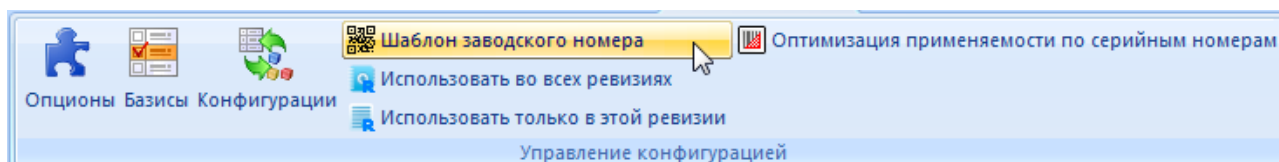

Рис. 13-100 – Запуск настройки шаблона серийных номеров
- 1) Нажать кнопку «Шаблон заводского номера» панели «Управление конфигурацией» (рис. 13-100).